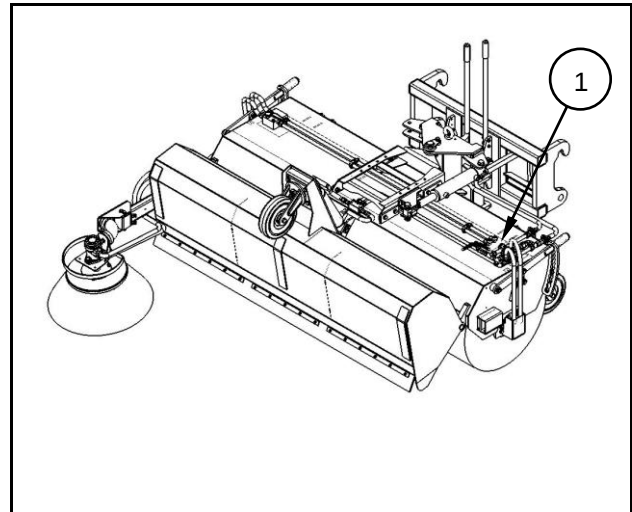

Fig. 6.1
- Absperrhahn (1) für den Entleerungszylinder (Fig. 6.1) schließen (muss zur hinteren Lenkrolle zeigen).